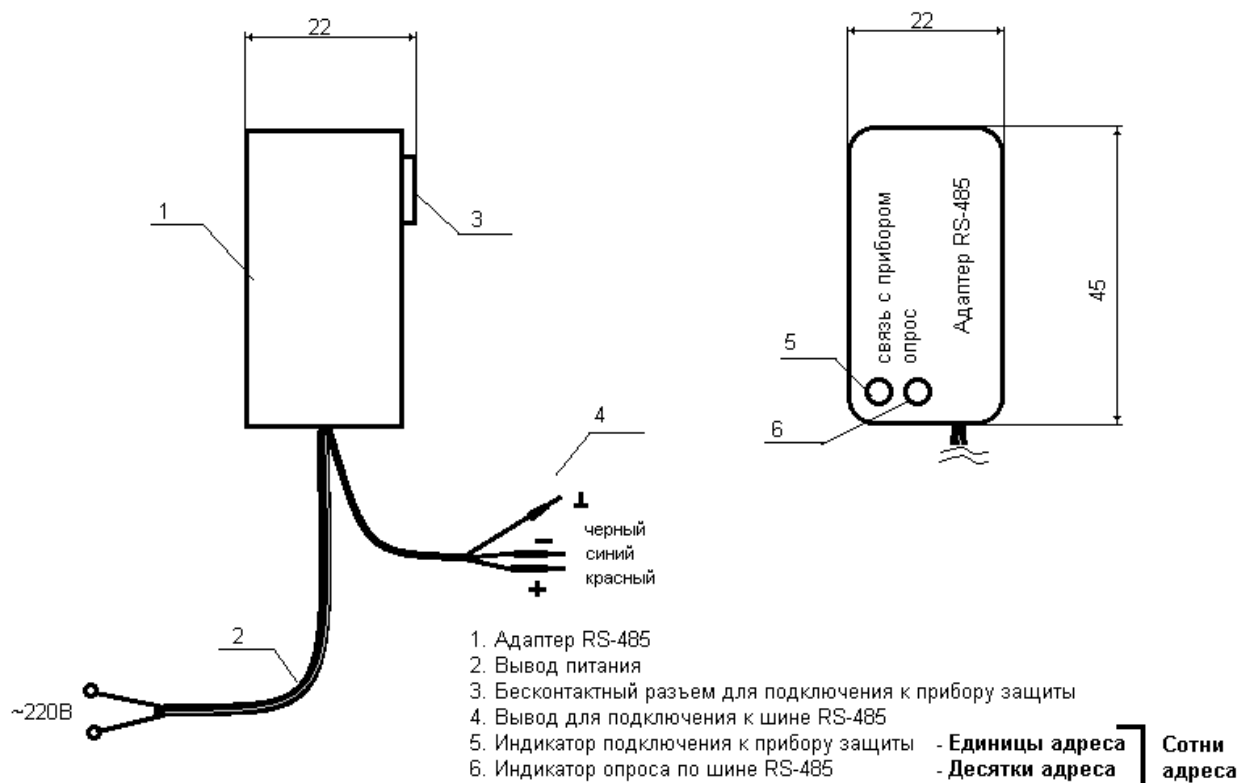

Рисунок 1 – общий вид адаптера RS-485
5.3 Одновременно горящие светодиоды «опрос» (6 рис. 1) и «связь с прибором» (5 рис.1) обозначают разряд сотен адреса, отдельно горящий светодиод «опрос» (6 рис.1) обозначает разряд десятков адреса, отдельно горящий светодиод «связь с прибором» (5 рис.1) обозначает разряд единиц адреса.